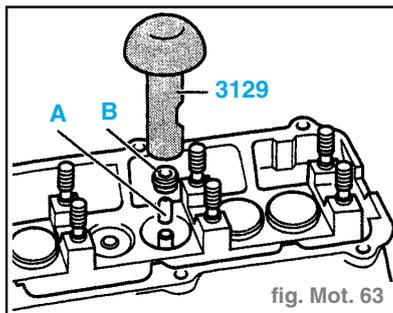

fig. Mot. 63
- Placer la douille en plastique **-A-** comprise dans l'ensemble de livraison sur la tige de soupape correspondante afin d'éviter tout endommagement de l'étanchement neuf de tige de soupape **-B-**. (fig. Mot. 63)